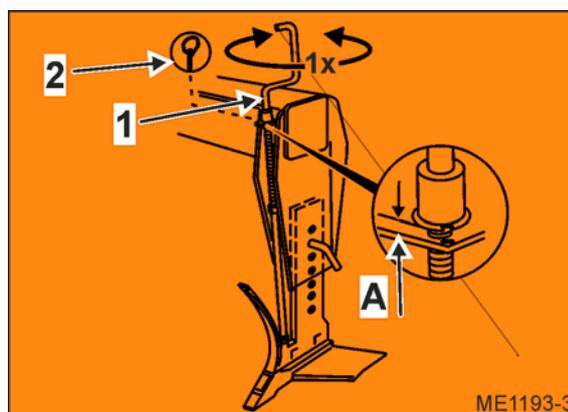

Fig. 30
7. Ruotare la manovella (Fig. 30/1) una volta in senso antiorario. La distanza "A" fra la manovella e la superficie di appoggio deve essere ben visibile. La manovella non deve toccare la superficie di appoggio.
8. Fissare la manovella mediante una copiglia (Fig. 30/2) in modo che non possa girare.